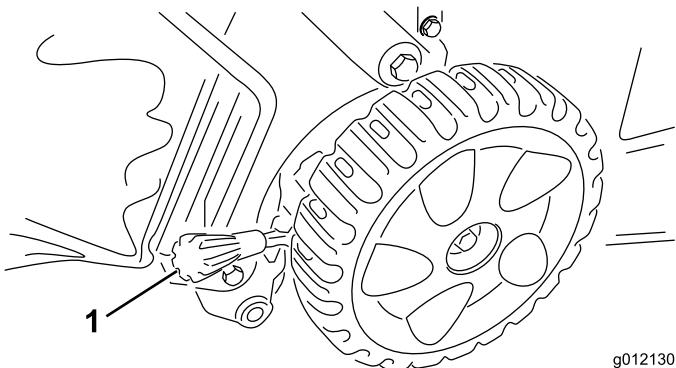

Figura 11
**Nota:** Para elevar la máquina, mueva ambas palancas de altura de corte hacia adelante; para bajar la máquina, muévalas hacia atrás (Figura 11).